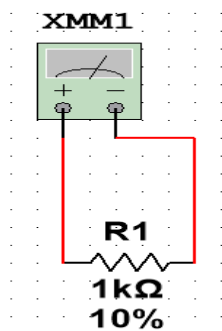

Рисунок 1.8 – Пример соединение элементов проводниками
3.10 Соедините мультиметр с резистором проводниками. Для этот нажмите на выход одного из элементов и протяните проводник до другого, рисунок 1.8.